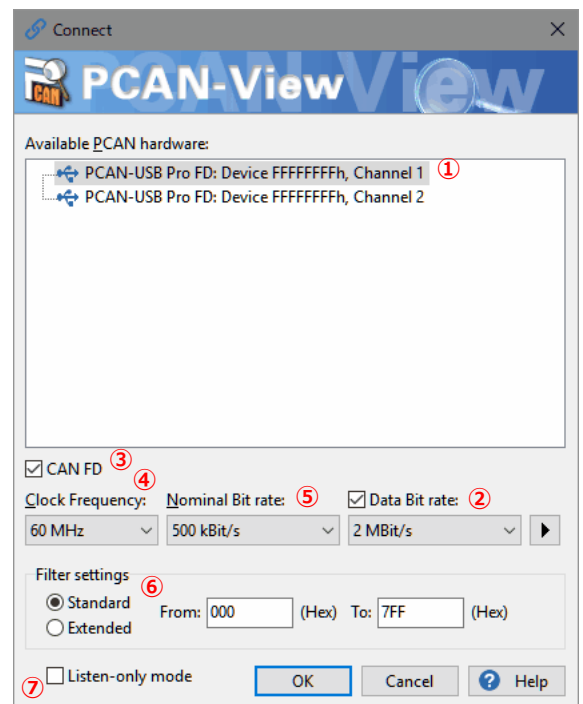
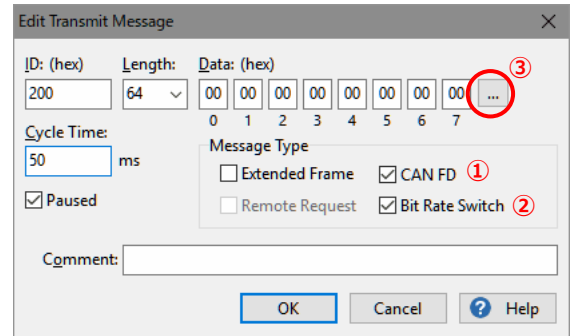
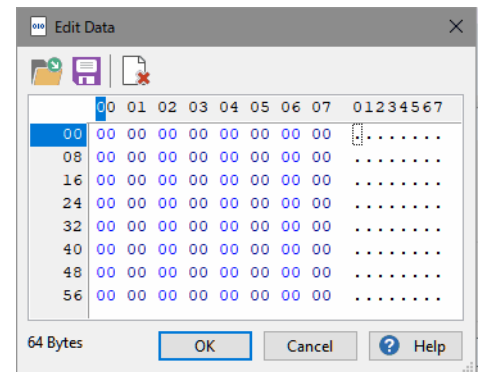

図 F-3
図 F-5
図 F-6
Available PCAN hardware に表示されているハードウェアを選択します。図 F-3① の例では、CAN1 の場合、
CAN FD のチェックボックスにチェックします (図 F-3② 参照)。
Nominal Bit rate (図 F-3③ 参照)
上記にないビットレートを設定する場合、まずは Clock Frequency を変更して探します (図 F-3④ 参照)。
Data Bit rate ボックス (図 F-3⑤ 参照)
Filter setting ボックス (図 F-3⑥ 参照)
Listen-only mode (図 F-3⑦ 参照)
CAN FD メッセージを作成する場合は、**CAN FD** チェックボックスにチェックします (図 F-5① 参照)。
データを設定された Data Bit rate (例. 2 MBit/s) で送信するには、**Bit Rate Switch** にチェックします (図 F-5② 参照)。
8 バイト以上のデータは、Data: (hex) 横の ... ボタン (図 F-5③ 参照) を押し、表示された Edit Data ウィンドウで設定します (図 F-6 参照)。
図 F-3 の設定において、**CAN FD** にチェック、**Bit Rate Switch** にチェックなしの場合、アービトレーションフェーズもデータフェーズも、500 kBit/s のスピードとなります。データフェーズを Data Bit rate で設定された 2 MBit/s にするには、**Bit Rate Switch** にチェックします (図 F-5 の② 参照)。
図 F-5 は、CAN-ID: 200、データ長: 64 バイト、データ: すべて 00、周期: 50ms のメッセージの例です。Paused にチェックすると、Cycle Time のボタンで送信開始を行うことができます。周期送信ではなく、ワンショット送信のみの場合は、Cycle Time を 0 にします (この場合、Paused は影響しません)。